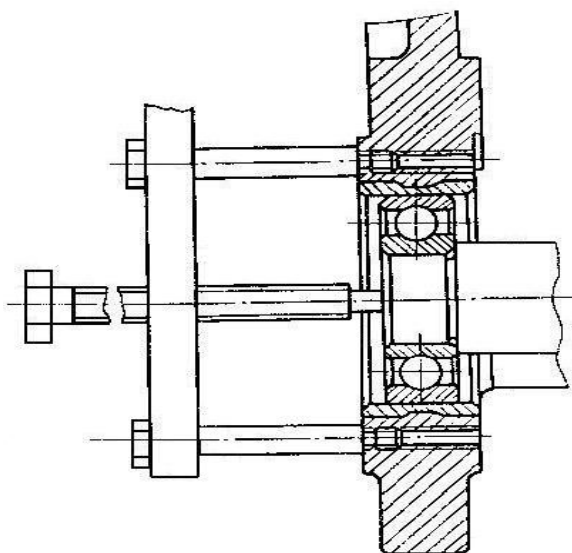

Рис. 21 Съём подшипникового щита с подшипника
- съемником снять подшипниковый щит с подшипника (рисунок 21);